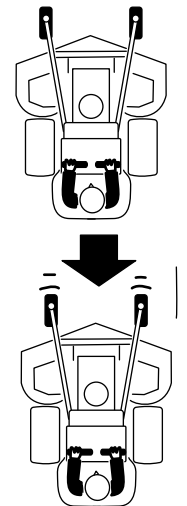

Figura 20
2. Tire lentamente de las palancas de control de movimiento hacia atrás (Figura 20).